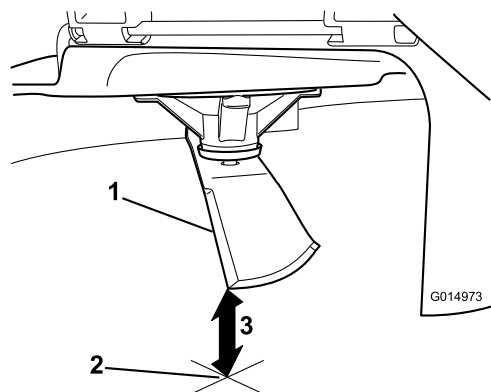

Figura 61
5. Meça da ponta da lâmina até à superfície plana (**Figura 61**).